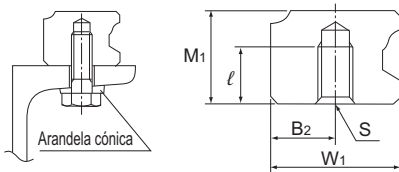

Fig.2
- (1) Determine la longitud del tornillo de manera que pueda garantizar una holgura de 2 a 3 mm entre la punta del tornillo y el extremo del agujero (profundidad efectiva del orificio roscado).
- (2) Como se muestra en Fig.2, también se encuentra disponible una arandela cónica que permite montar el modelo GSR en una pieza de acero.
- (3) Para obtener el código del modelo, consulte **A1-274** a **A1-275**.